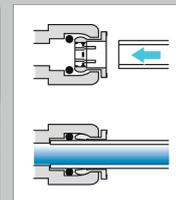

Fig. 2
- En utilisant le tube fourni, poussez fermement une extrémité dans le raccord d'eau (Fig. 2).